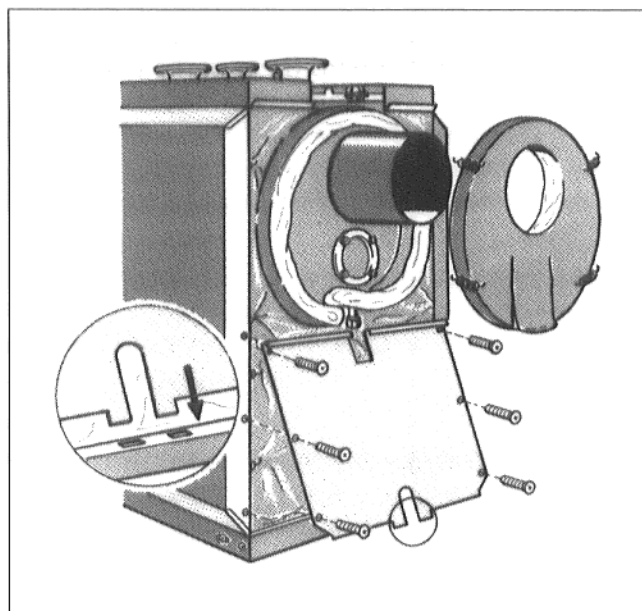

Fig. 15
- Poser le calorifugeage du collecteur de fumées sur la surface de ce dernier et la fixer à l'aide de 4 ressorts tendeurs (Fig. 15).
- Insérer les deux languettes de la face inférieure de la paroi arrière dans les fentes de la baguette arrière du cadre et les fixer sur les rebords des faces latérales à l'aide de vis Parker (Fig. 15).